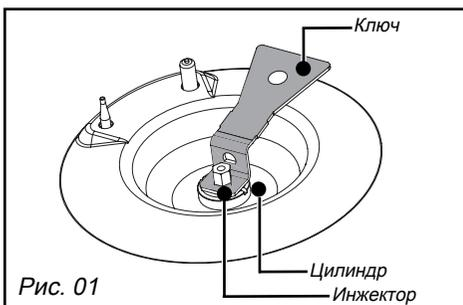

Рис. 01
- **Подсоединение с помощью гибкого металлического волнообразного шланга** (из нержавеющей стали) с завинчивающимися механическими насадками (в соответствии с нормой NF D 36-125), срок службы которого неограничен (рис. 01).
- Открутите с помощью ключа, поставляемого в комплекте с прибором, инжекторы, расположенные в глубине каждого цилиндра и снимите их (рис. 01).